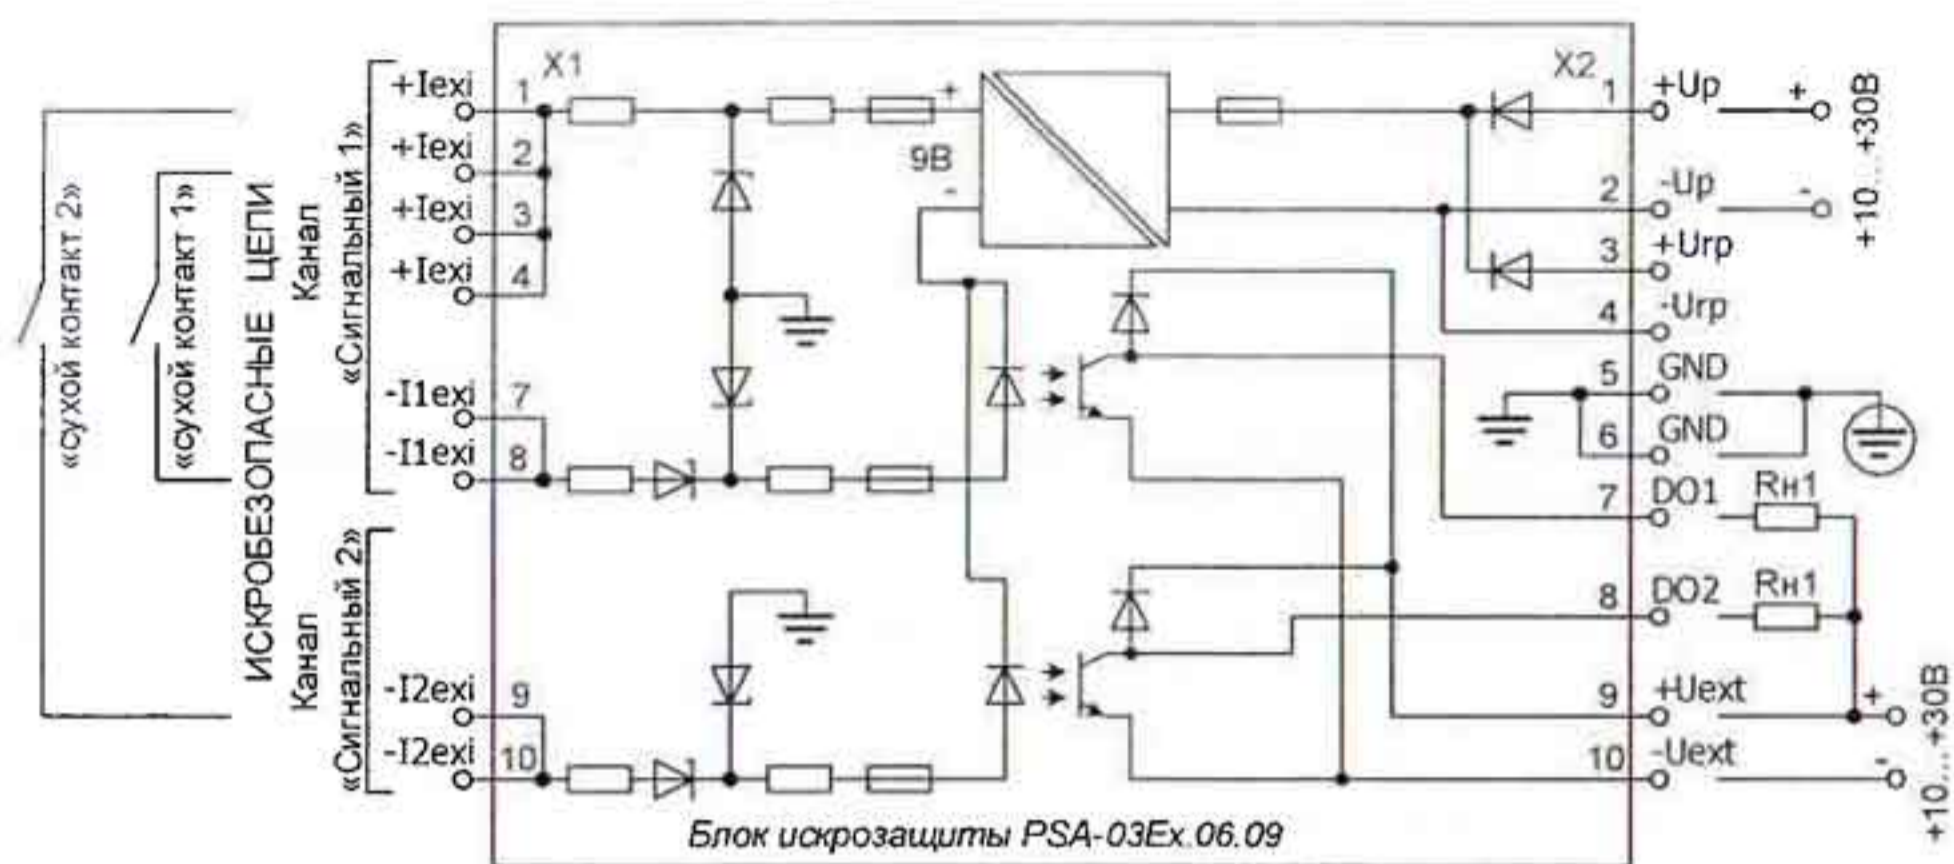

Рис. 4.1 Функциональная схема и схема подключения блока искрозащиты
- 4.2 Функциональная схема и схема подключения блока искрозащиты см. рис. 4.1. Описание контактов блока искрозащиты см. таблицу 4.1.